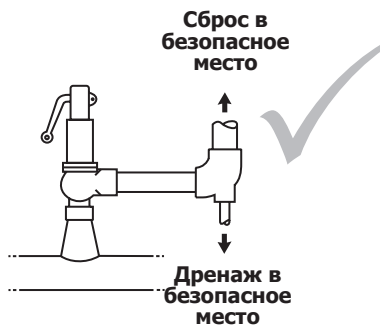

Рис. 5
- 5.8** Если трубопровод сброса среды направлен вверх, в самой низкой точке необходимо сделать дренажное отверстие (рис. 5). Выпуск должен осуществляться в место, где он не будет создавать шума или опасности для здоровья людей.
- 5.9** Если имеется вероятность скопления в корпусе клапана конденсата, то необходимо к месту дренажа корпуса подсоединить дренажную трубку и отвести её в безопасное место (рис. 5).